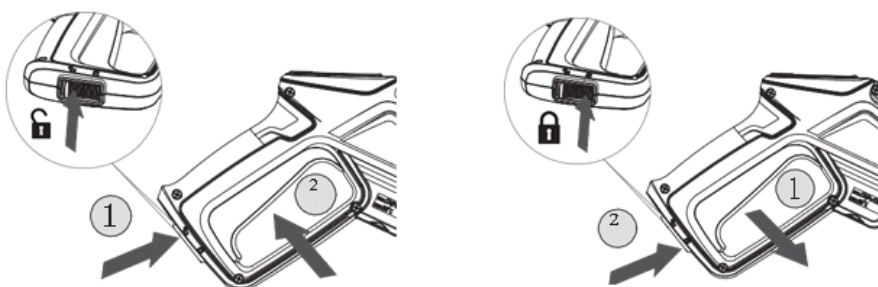

Рисунок 9. Схема використання клавіші блокування водяного пістолета.
4. Спрямувати сопло водяного пістолета у безпечну зону, розблокувати пускову клавішу клавішею блокування (рис. 9) на руків'ї водяного пістолета, натиснути пускову клавішу для подачі води та переконатися, що виріб працює.
ційного керування) по каналу блютуз обережно натиснути багатофункціональну кнопку (L, рис. 9), щоб почати змінювати рівні тиску струменя. Послідовність перемикання рівнів: 1-2-3-1.